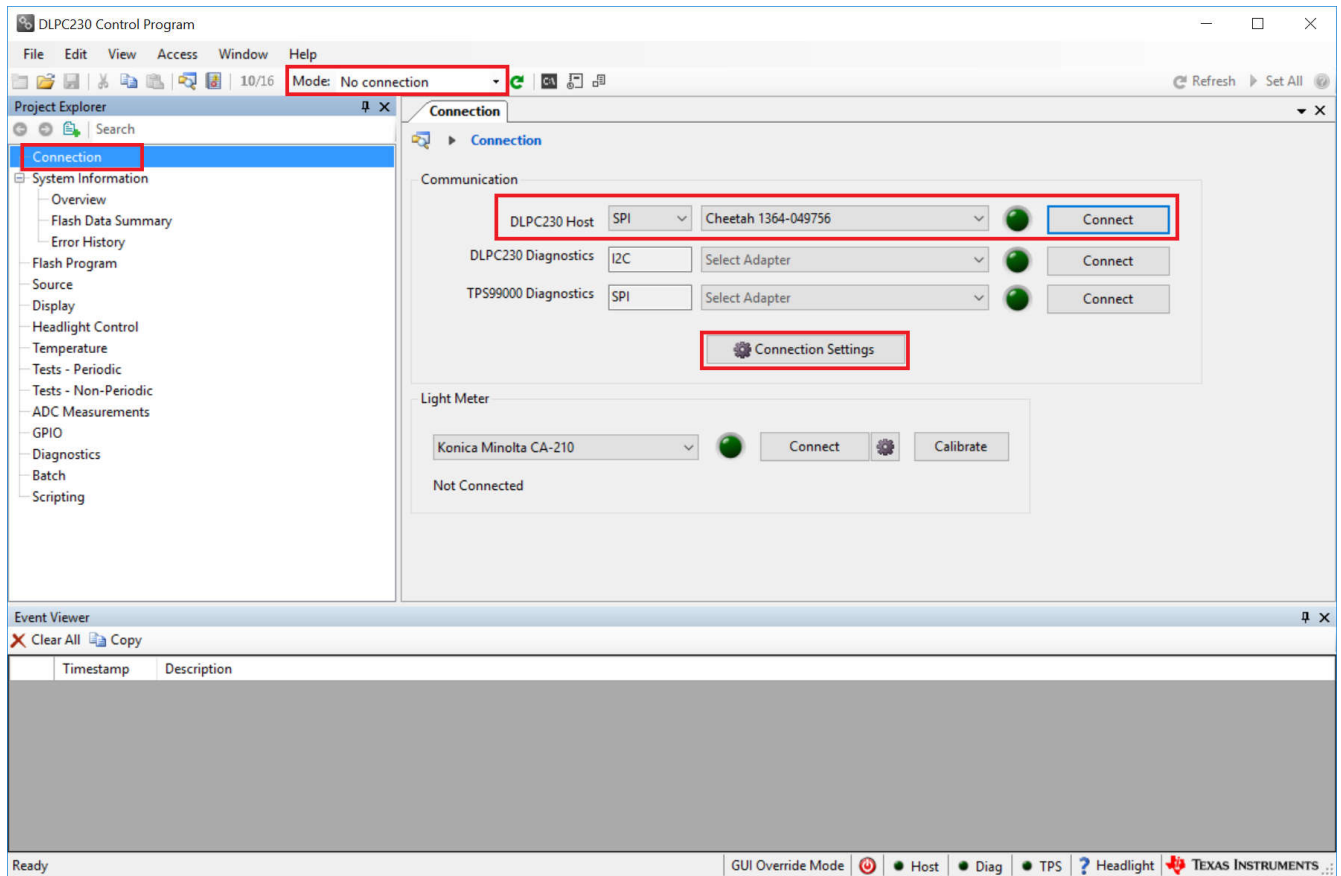

图 2-2. 使用 DLPC230-Q1 Automotive Control Program 连接到 DLPC230-Q1
2. 在 Connection 页面中，将 DLPC230-Q1 Host 设置为 SPI 并从下拉菜单中选择 Cheetah (请参阅图 2-2)。请注意，必须通过 USB 电缆将 Cheetah 连接到计算机才能在下拉框中显示 Cheetah。